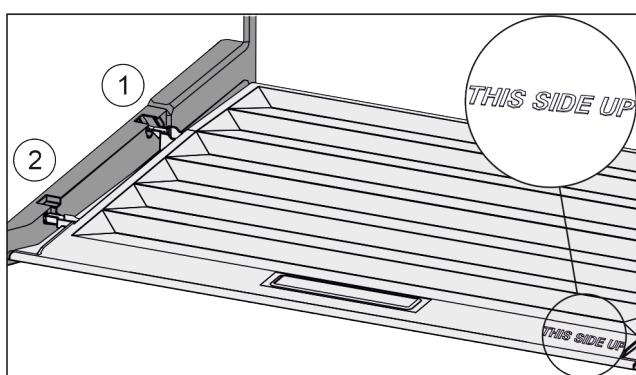

Fig. 146
► 从后部固定支架 Fig. 146 (1)开口导入桥形接片并卡入固定支架 Fig. 146 (2)的前端。